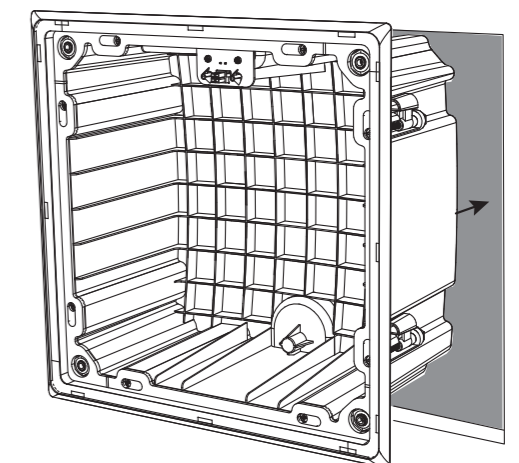

Fig. 17. Installing the back can
2. Med de åtta bakre fästklämmorna i förvarat (inåt) läge trycker du på den bakre burken i gipsöppningen. Var försiktig så att du inte klämmer ihop högtalarkablarna eller fingrarna (bild 17).